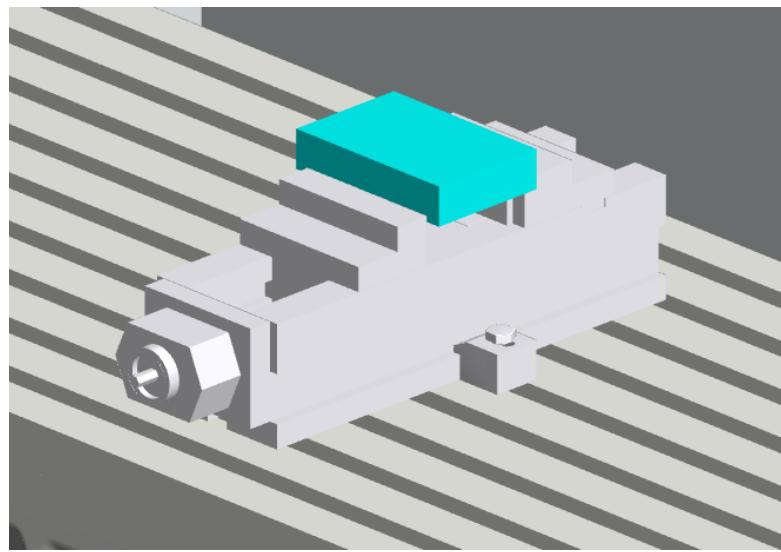

图 1 正确安装工装体（示例）
- (1) 基于零件图纸（可参考往届零件图纸），选手自行设计毛坯尺寸，采用 CAD 软件完成毛坯实体的 3D 建模，文件以“组号-序号-毛坯”命名并导出为 STL 格式。
- (2) 依据设计的毛坯实体，参照附件文件（文件名：Clamp），选手进行平口钳的设计，采用 CAD 软件完成平口钳各零件 3D 建模和总装，文件以各零件中文名称命名并导出为 STL 格式。依据各零件的 3D 模型生成二维零件图（包含必要的视图表达、完整的尺寸标注等），文件以各零件中文名称并导出为 PDF 格式。部分零件设计要求见正式赛题。
- (3) 依据 ISO 7388-1 标准，参照附件文件（文件名：Toolholder），选手进行铣刀刀柄的设计，采用 CAD 软件完成刀柄的 3D 建模，文件以“组号-序号-刀柄”命名并导出为 STL 格式。生成二维零件图（包含必要的视图表达、完整的尺寸标注等），文件以“组号-序号-刀柄”命名并导出为 PDF 格式。
- (4) 选手把自行设计的毛坯、平口钳和刀柄 STL 文件拷贝到 CMVM 指定文件夹下（CMVM 软件中以 Memory Card 形式打开，把 STL 文件拷贝在 user/sinumerik/3d 文件夹中）。
- (5) 在 CMVM 软件中，选手完成工装的新建，导入自行设计的毛坯和平口钳，实现毛坯和平口钳的组装，并正确安装在机床的工作台上，示意图如图 1 所示。